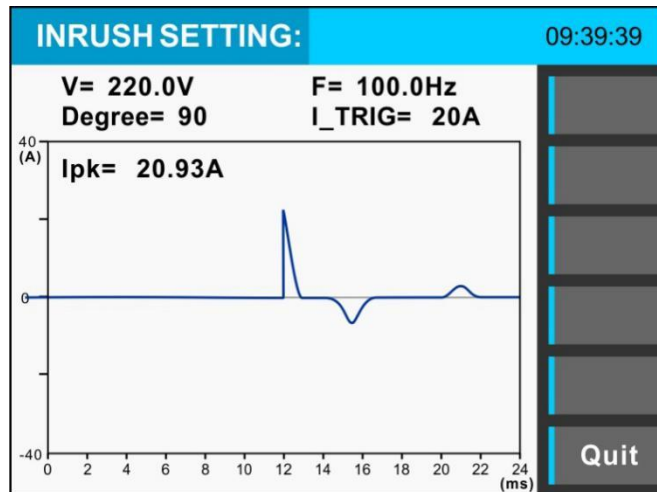

图3-30 Inrush冲击电流显示界面
- 2) 确认待测设备正确连接后，按下键输出，屏幕上将会显示系统所测得的最大电流值IpK以及当前的电流波形。如图3-30所示。假如未捕捉到电流波形，请按照表3-5中的说明重新修改I_TRIG触发电平。